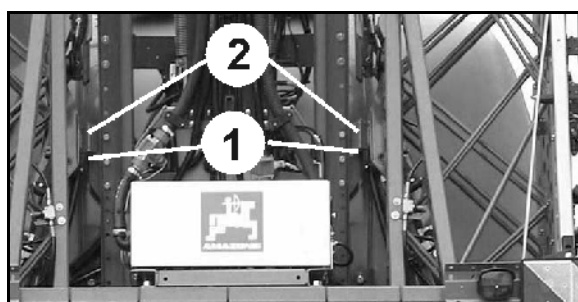

Fig. 66
2. Baje completamente el varillaje de rociado a través de la regulación de altura hasta que los soportes de captación (Fig. 66 /1) reciban las escotaduras de captación (Fig. 66 /2).
Fig. 66 muestra el varillaje de rociado bloqueado.
Proceda a alinear el varillaje de rociado mediante la regulación de inclinación, si los soportes de captación (Fig. 66 /2) no reciben las escotaduras de captación.